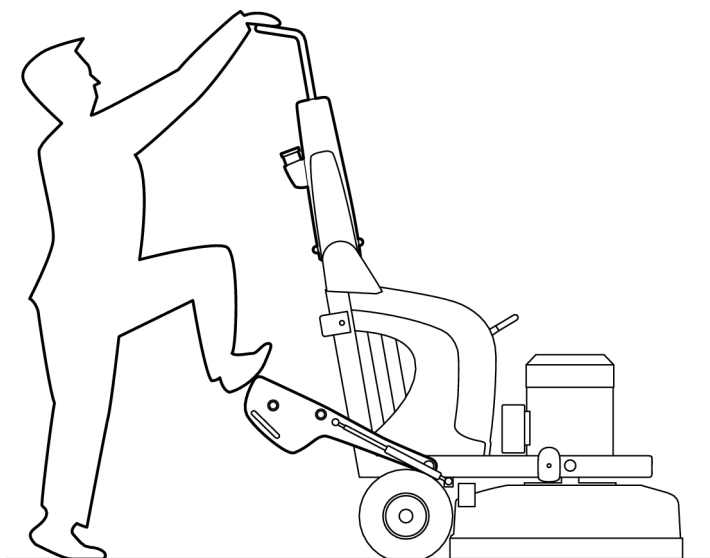

Figura 4-9. Pie en una masa
2. Colocar las masas atrás y pisar una de las masas, ver Figura 4-9, página 22.